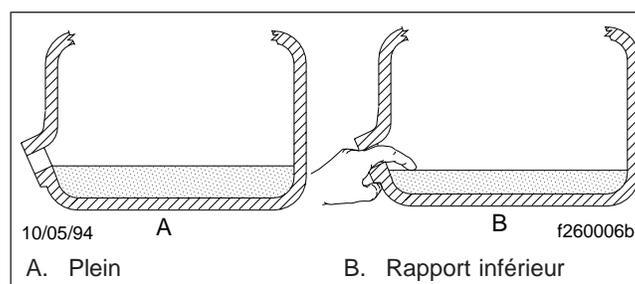

Fig. 8, Vérification du niveau de liquide de la boîte de vitesses MB
1. Rajoutez du liquide de transmission jusqu'au bord inférieur de l'orifice de remplissage. Voir la **figure 8** pour déterminer le niveau approprié. Voir le **tableau 5** pour les lubrifiants de transmission approuvés et le **tableau 6** pour les capacités de lubrifiant.